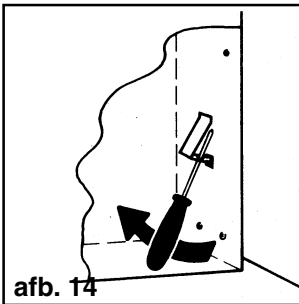

afb. 13
2. Met de 2 bijgevoegde schroeven het frame onder aan de ommanteling van de kap . **Afb. 13.**